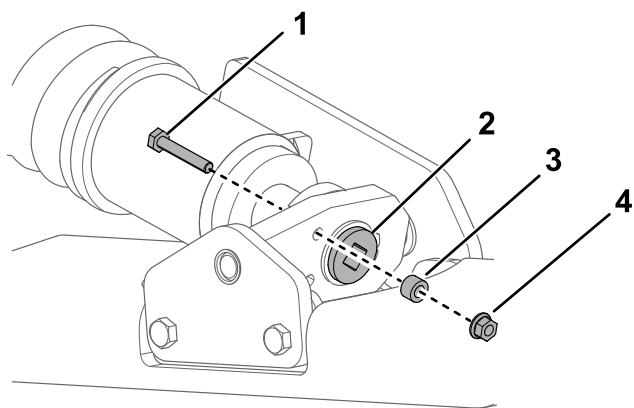
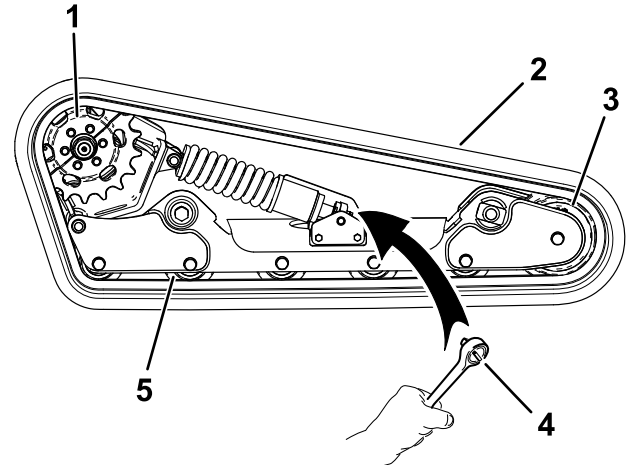

Figura 57
Figura 61
4. Rimuovete il bullone di bloccaggio, il distanziale e il dado (Figura 57).
6. Allineate l'intaglio più vicino della vite di tensione al foro del bullone di bloccaggio e fissate la vite con il bullone di bloccaggio e il dado (Figura 57).
- Rimuovete il bullone di bloccaggio, il distanziale e il dado (Figura 57).
- Utilizzando un cricchetto di trasmissione da 1/2", rilasciate la tensione di trasmissione ruotando la vite di tensione in senso orario (Figura 57 e Figura 61).
- Rimuovete i 3 bulloni che fissano la metà della ruota conduttrice che non è innestata nel cingolo (Figura 61).
14. Avvolgete il nuovo cingolo attorno alla ruota anteriore, quindi attorno al mozzo di comando sul lato senza il pignone (Figura 61).
15. Spingete il cingolo sotto e tra le ruote non motrici e avvolgetelo attorno al telaio (Figura 61).